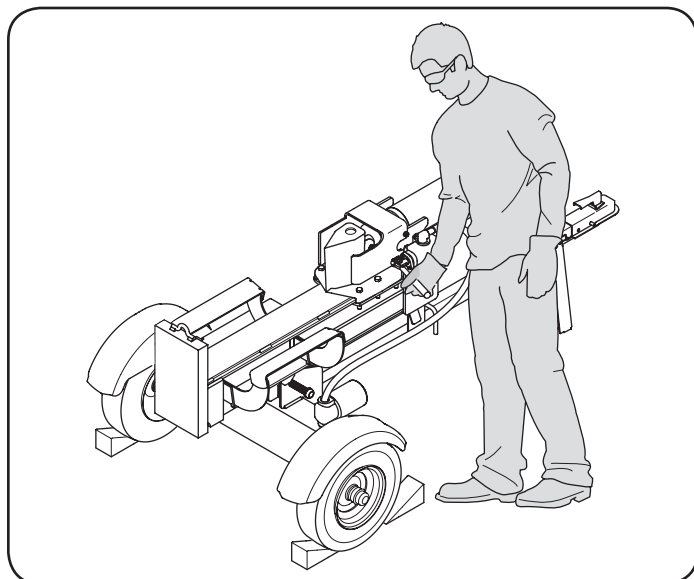

Figura 14
2. Párese detrás del tanque de depósito para operar la manija de control y estabilizar el tronco. Vea la Figura 14.